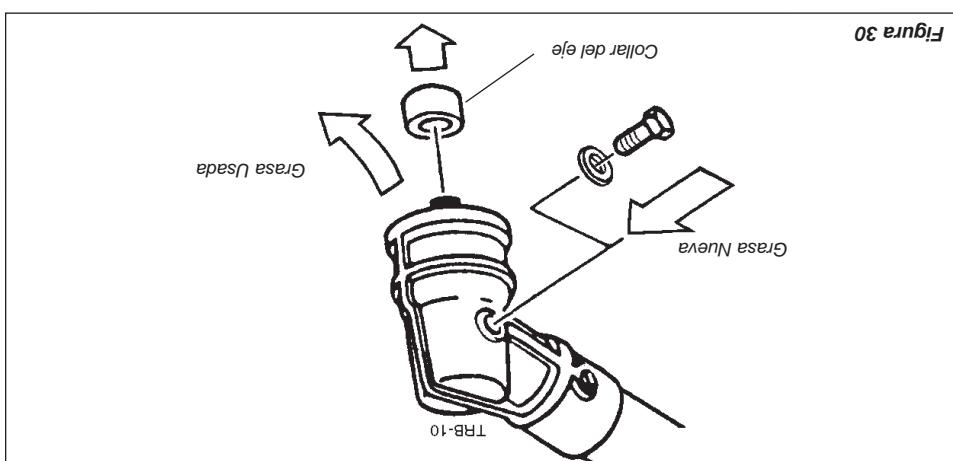

Figura 30
- Filtro de combustible Use un gancho de alambre extraer el filtro de combustible del tanque de combustible. Consulte la figura 30.